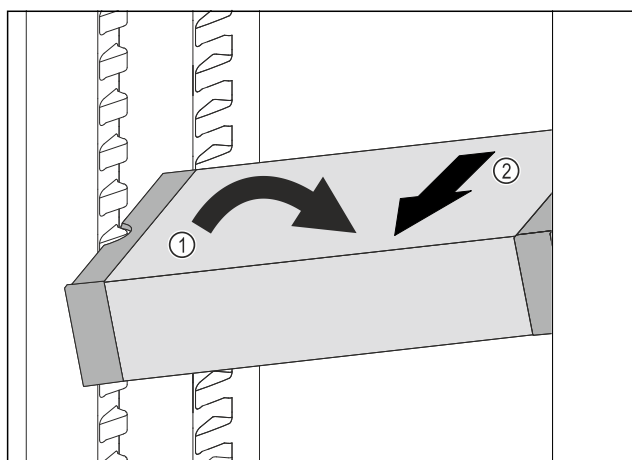

Fig. 73
- ▶ VarioSafe postavte v chladničce šikmo. Fig. 73 (1)
- ▶ VarioSafe odeberte směrem dopředu. Fig. 73 (2)